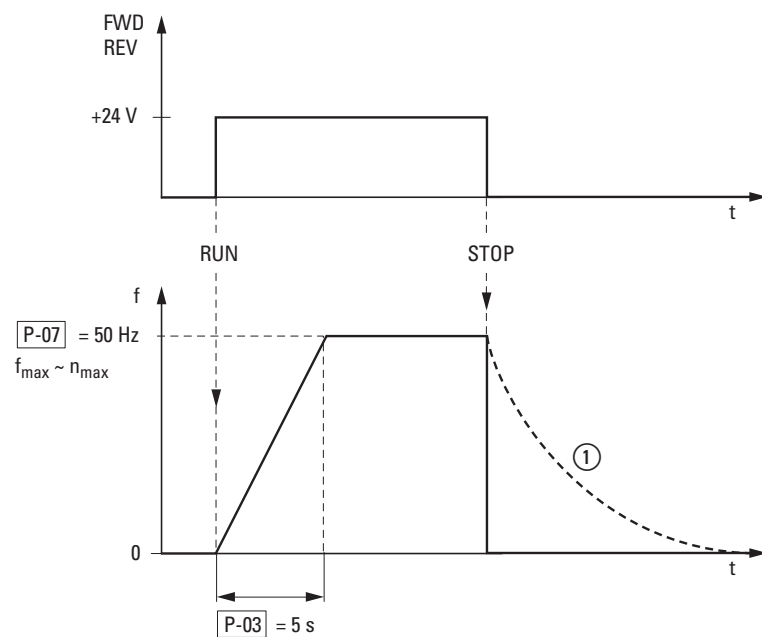

Рисунок 55: Последовательность команд запуска-остановки с максимальным заданным значением напряжения и продолжительностью ускорения равной 5 с.
График процесса при включении сигнала запуска (FWD/REV) и подаче максимального напряжения заданной точки (+10 В) изображен на Рис. 55 (Страница 88). Скорость вращения двигателя следует за частотой на выходе в зависимости от нагрузки и момента инерции (скольжения) от 0 до n_{max} .
При отключении сигнала запуска (FWD/REV) происходит немедленная остановка преобразователя (STOP). В двигателе начинается неконтролируемый процесс остановки (см. ① на Рис. 55).